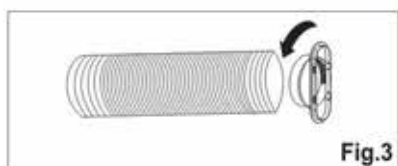

Fig.3
2. Allungare l'altro lato del tubo e avvitarlo al bocchettone uscita tubo (Fig.3).